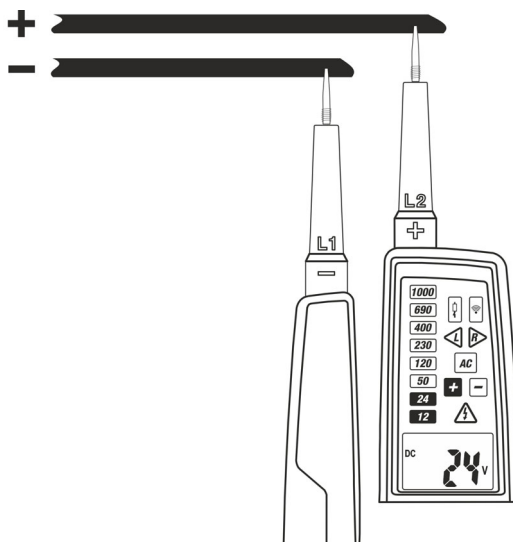

Fig. 4: Misura di Tensione DC
2. Collegare i puntali L1 e L2 alla sorgente in prova (vedere Fig. 4). La misura è eseguita **solo con contatto dei puntali sulla parte metallica dei conduttori**
4. Se il LED "-" è acceso significa che la tensione misurata ha polarità opposta a quella del collegamento mostrato in Fig. 4